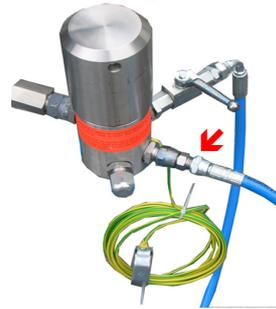

Fig. 4.1
- Versione opzionale con filtro ad alta pressione (Fig. 4.1):